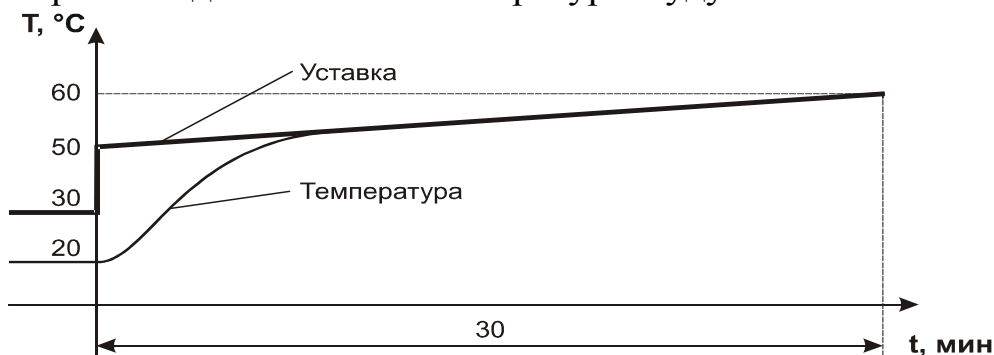

Рис. 6.7
- а) Если параметры первого шага задать как в вышеприведенном примере, т.е. **bc = 0**, **SP = 50**, **t0 = 30**, **P0 = 60**, тогда характер изменения уставки и примерный вид изменения температуры будут соответствовать рис. 6.7